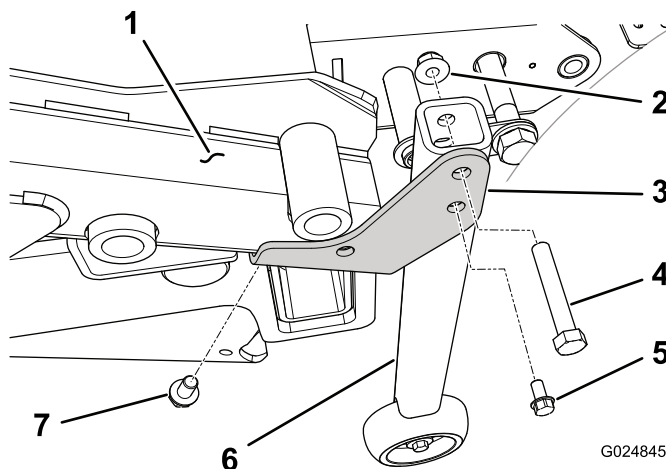

Figure 99
6. Pour les groupes de déplacement dont le numéro de série est postérieur à 313000001, montez un support de conversion (droit ou gauche) sur la face inférieure du coin arrière approprié du cadre de tablier au moyen d'une vis autotaraudeuse (3/8 x 5/8 po) (Figure 99). Le support doit être dirigé vers l'extrémité du cadre arrière.
7. Fixez le support de tube vertical au support de conversion (droit ou gauche) à chaque coin du cadre de tablier au moyen d'une vis (3/8 x 2-1/4 po) et d'un écrou à embase (3/8 po) (Figure 99).